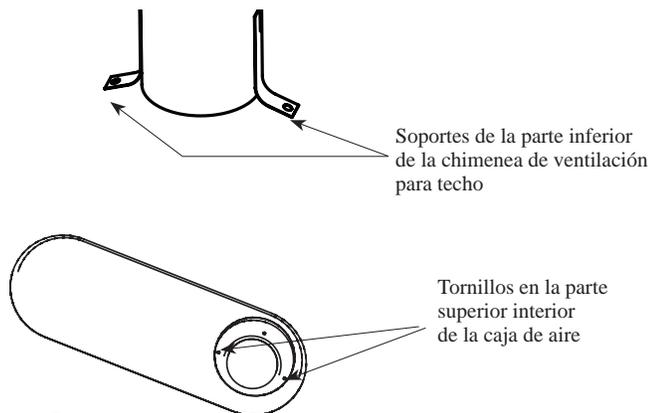

Figura 5
A. Extraiga los tornillos delanteros y traseros de la caja de aire para ajustar los soportes según se muestra en la figura 5.
B. Aplique silicón a la sección del tubo de gases y de la caja de aire en donde se instalará el tubo interior de 3 in (7,6 cm) (vea la Figura 5). Extraiga la cinta que asegura el tubo interior de 3 in (7,6 cm). Extienda el tubo interior de 3 in (7,6 cm) empujándolo hacia abajo y presionándolo contra el silicón aplicado para asegurarse de que selle bien.